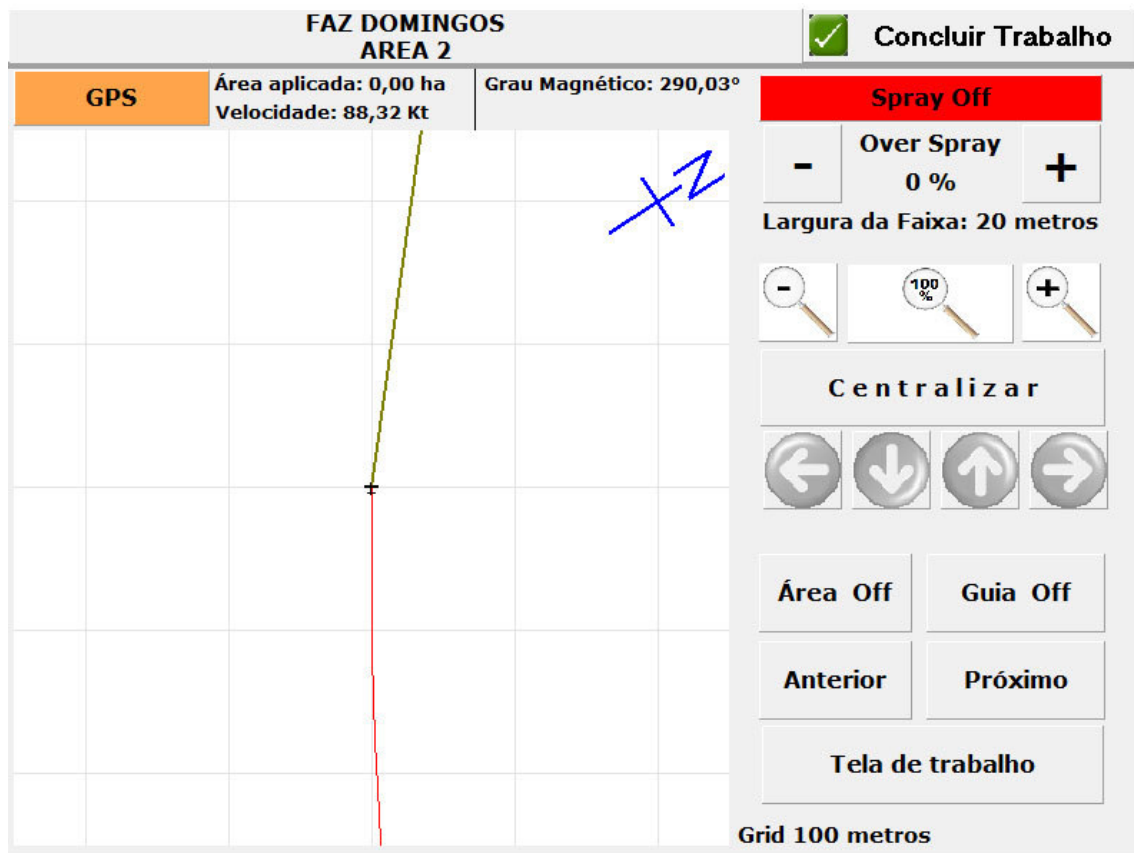

Figura 24
**Go to** – Mostra as funcionalidades da página de “Go to”, escondendo as funcionalidades do Trabalho (Figura 24)